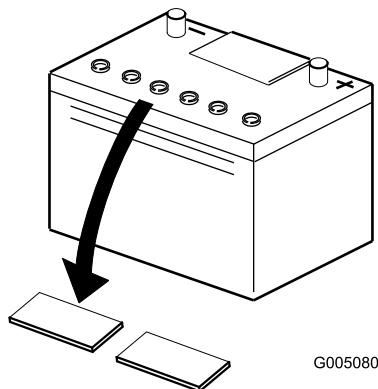

Figura 3
2. Pulite la parte superiore della batteria e togliete i tappi di sfianto (Figura 3).